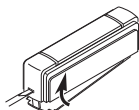

Figura 1
- 5. Monte el pulsador.** Use ya sean tornillos o cinta adhesiva por ambas caras para instalar el pulsador. Para montar con tornillos, quite la parte de atrás de la caja empujando hacia adentro la lengüeta de abajo con un destornillador pequeño y girando la cuchilla (vea la Figura 1).